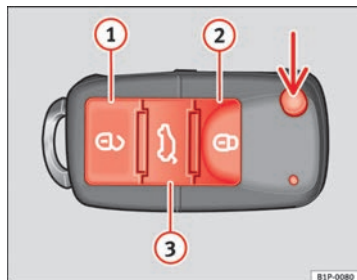

Fig. 46 Teclas de la llave con mando a distancia
Con la tecla ⇒ fig. 46 (flecha) del mando, se desbloquea el paletón de la llave.
Desbloqueo del vehículo ⇒ fig. 46 ①.
Bloqueo del vehículo ⇒ fig. 46 ②.
Desbloqueo del portón trasero. Pulse la tecla ⇒ fig. 46 ③ hasta que todos los intermitentes del vehículo parpadeen brevemente. Al pulsar la tecla de desbloqueo ⇒ fig. 46 ③, dispone de 2 minutos para abrir el portón. Una vez transcurrido este tiempo se bloqueará de nuevo.
- Pulse la tecla  ② ⇒ fig. 46 del mando a distancia.
- Pulse la tecla  ① ⇒ fig. 46 del mando a distancia.